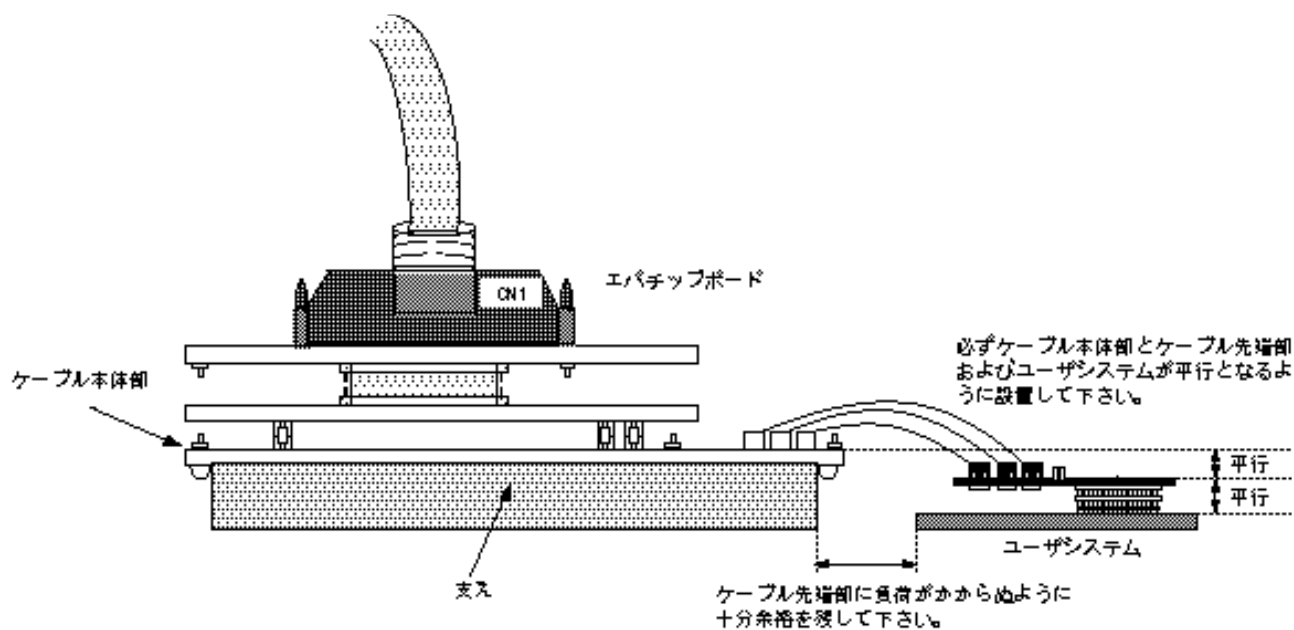

図9 設置例
- (1) ユーザシステムへの接続時には1ピン位置に十分注意して、誤接続は絶対にしないでください。
- (2) ユーザシステムに接続した状態では、ユーザシステムインタフェースケーブルに無理な力を加えないようにしてください。
- (3) 本ユーザシステムインタフェースケーブルを使用する場合の推奨マウントパット寸法は、MCU 実装用マウントパット寸法とは異なりますので注意してください。
- (4) 本ユーザシステムインタフェースケーブルは、HS7055EBK81H エバチップボード専用ですので、他のエバチップボードには使用しないでください。
- (5) 本ユーザシステムインタフェースケーブルでは、ユーザシステム上の水晶振動子は使用できません。水晶振動子を使用する場合は、エバチップボードの水晶振動子取付け端子に水晶振動子を実装してください。
- (6) ケーブル先端部のVcc 端子に電源が供給されていない場合は、*** VCC DOWN”を表示します。この場合、エミュレータは正しい動作をしませんのでご注意ください。
- (7) ユーザシステムインタフェースケーブルを使用してユーザシステムに接続した場合は、ケーブル先端部に負荷がかからないように注意する必要があります。図9の設置例を参照してご使用ください。